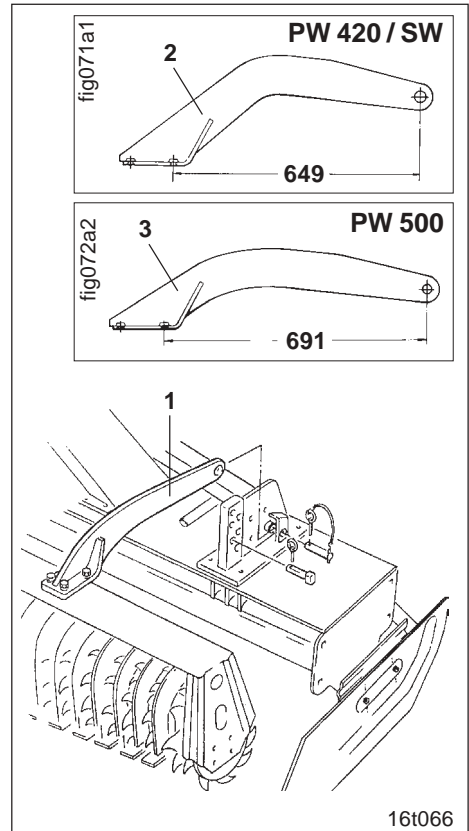

Fig. 7.1
Jede Walze ist mit 2 Tragarmen (Fig. 7.1/1) an der Bodenbearbeitungsmaschine zu befestigen und zwar mit:
- Tragarm (Fig. 7.1/2) für Zahnpackerwalzen PW 420 und Stützwalzen SW
- Tragarm (Fig. 7.1/3) für Zahnpackerwalzen PW 500.